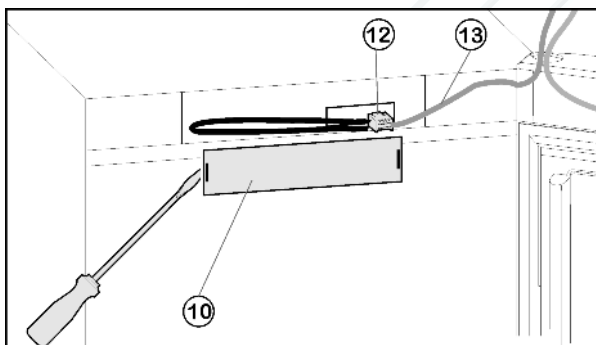

Fig. 4
- ▶ Снимите переднюю накладку Fig. 4 (10) с помощью плоской отвёртки.
- ▶ Снимите контакт и извлеките разъём Fig. 4 (12).
- ▶ Высвободите из направляющей серый кабель Fig. 4 (13).
► Снова установите разъем Fig. 4 (12).
► Снова установите крышку Fig. 4 (10).